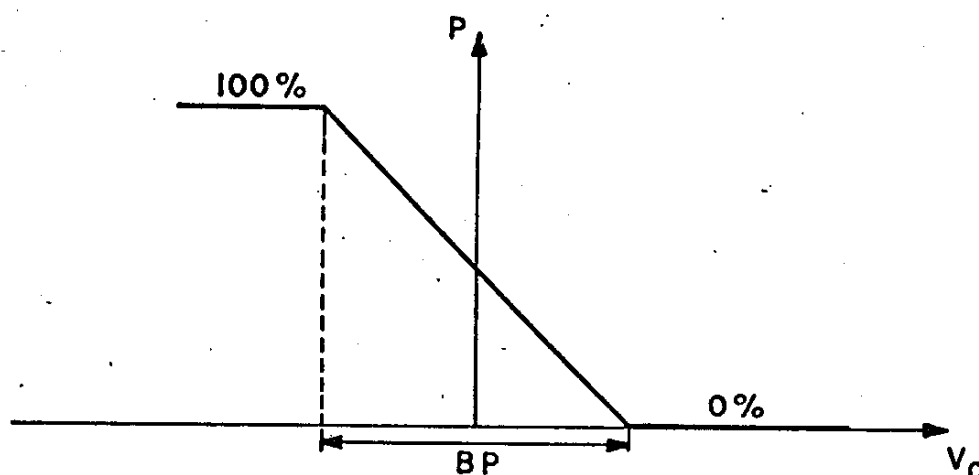

Fig.B-4 Controlador Proporcional.
Os limites superior e inferior de  $V_c(t)$  é que irão definir a largura da faixa proporcional ou banda proporcional (BP) apresentada na Fig.B-4, que corresponde a faixa de variação da variável para a qual a saída do controlador vai de um extremo a outro. Geralmente é especificada em termos de porcentagem de faixa de medição. O ganho do sistema é definido pela Eq.B-4.